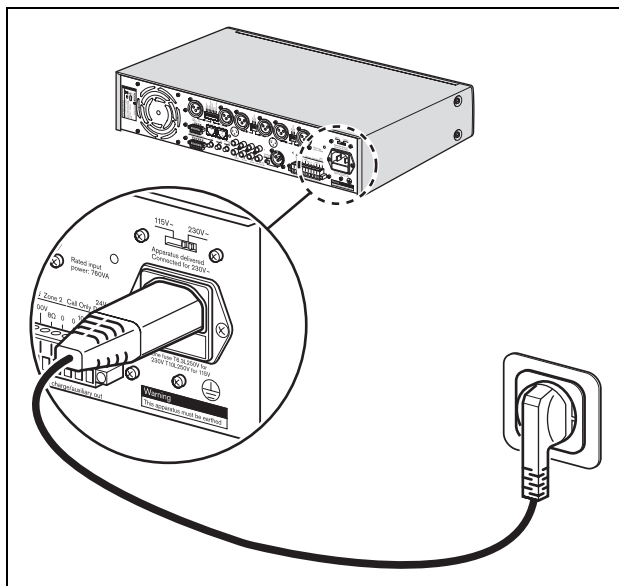

Abbildung 5.1: Spannungswähler
- 1 Sorgen Sie stets dafür, dass der Spannungswähler (115/230 V) korrekt entsprechend der Netzspannung vor Ort eingestellt ist (siehe Abbildung 5.1).